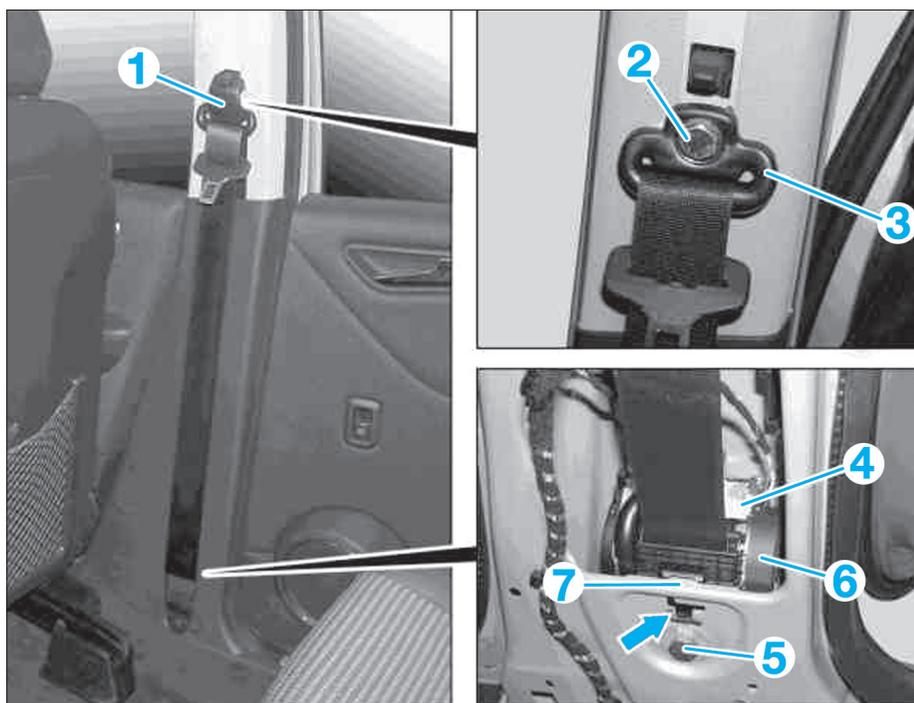

FIG. 12
- Déposer le recouvrement (1) (**Fig.12**).